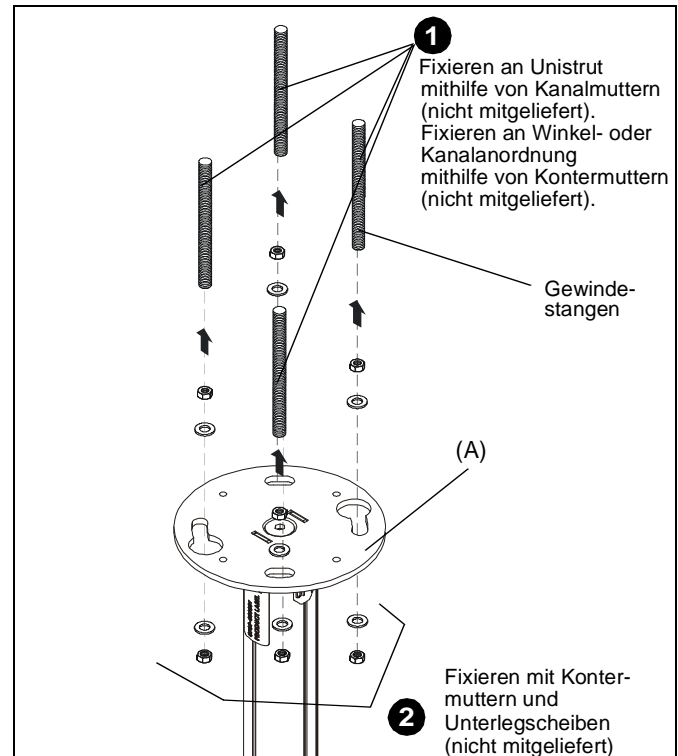

Abbildung 6
2. Befestigen Sie die Gewindestäbe mit 9,5 mm (3/8")-Kontermuttern (nicht mitgeliefert) und Unterlegscheiben an der CPA-Halterung (jeweils eine innen und eine außen – nicht mitgeliefert). (Siehe Abb. 6)